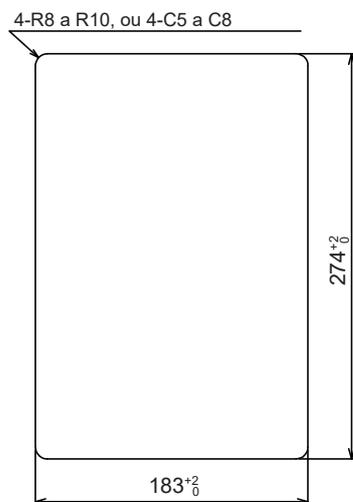

Figura 3.12 Tamanhos de corte de painel
(1) Corte o painel de acordo com a Figura 3.12.